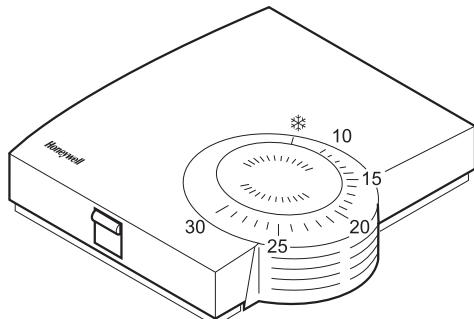

Abb. 15: Raumgerät HCW 80 (Einstellung auf der Skala in °C)
- Wählen Sie den gewünschten Sollwert für die Raumtemperatur am Stellrad (siehe Abb. 15).
- Prüfen Sie, ob das Stellrad auf der in Abb. 15 gezeigten Position steht.